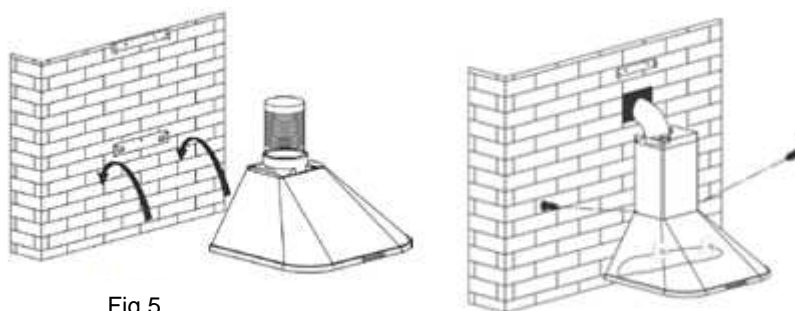

Fig.5
7. Accrochez l'appareil au crochet et fixez-le à l'aide des 2 vis de sécurité (4 mm x 30 mm) .Voir Fig. 5.